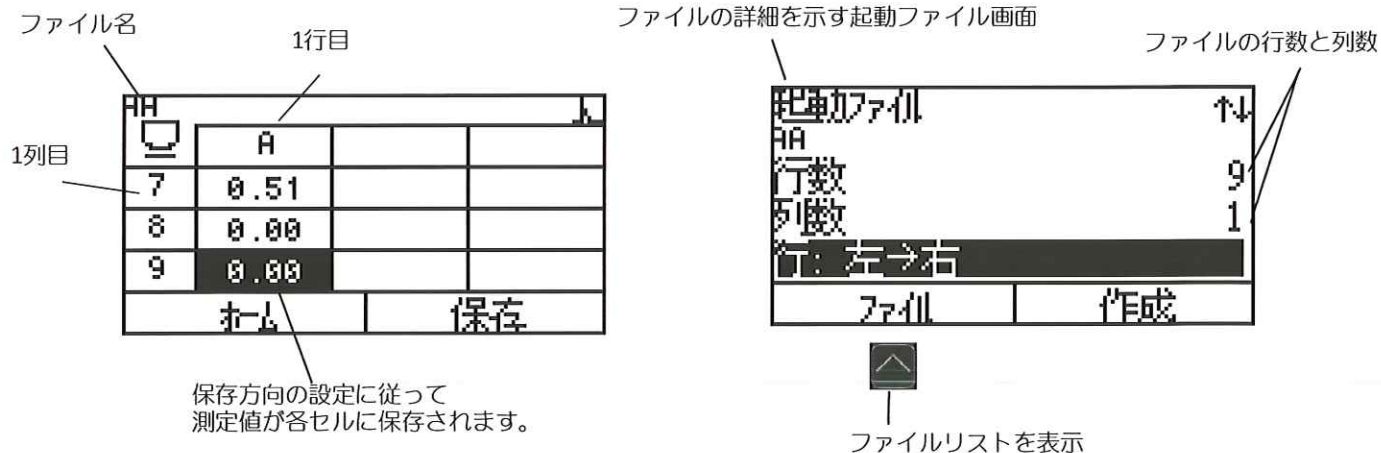

図 22: データファイル画面 (左) と起動ファイル画面 (右)
測定を行う前に、設定メニューで[データレコーダ]をオンに設定してください。オフに設定しているとデータファイル画面（図 22）が表示されません。
2.  キーを数回押して起動ファイル画面を開き、[起動ファイルなし] と表示されていたら [ファイル] の下の  キーを押してファイル選択画面からファイルを選択します (図 22 参照)。